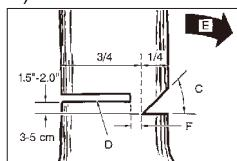

Fig. 11B
ADVARSEL: Aldri gå foran et tre som har blitt styreskåret. Gjør hovedskåret (D) fra den andre siden av treet og 1,5 – 2,0 tommer (3-5 cm) over kanten på hakket (C) (Fig. 11B).